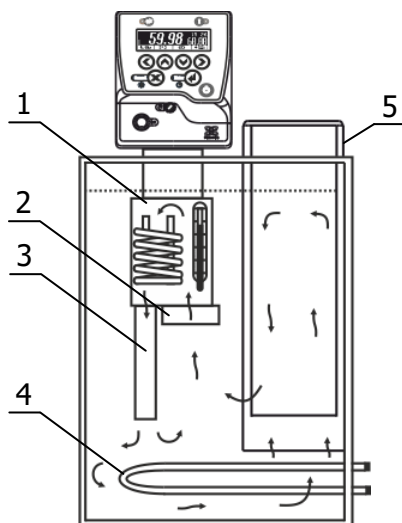

Рисунок 2 — Принцип работы термостата
1.3.5 Циркуляция теплоносителя и поддержание заданной температуры посредством нагрева осуществляется блоком регулирования температуры 1. Механизм поддержания заданной температуры теплоносителя описан в документе ТКЛШ 3.222.009-21 РЭ «Блок регулирования температуры погружной циркуляционный М03М». Охлаждение теплоносителя происходит посредством теплообмена с окружающей средой или с охлаждающей жидкостью, пропускаемой через встроенный теплообменник 4 (рисунок 2).